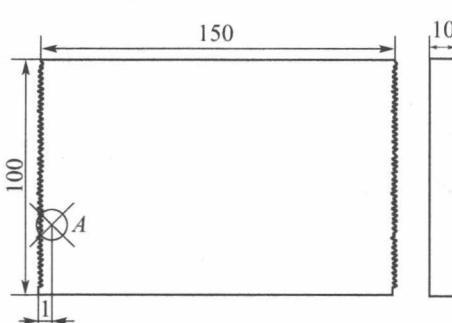

图 1-1-8 确定样冲点 A
- (1) 检查毛坯料的实际尺寸。
- (2) 在即将划线位置用粉笔涂色。
- (3) 以毛坯左边平面为基准, 用钢直尺量取 1mm, 在此处打样冲作为 A 点, 如图 1-1-8 所示。